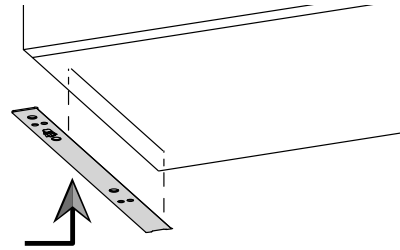

Fig. 17-2
- Deslice el soporte hacia adentro y alinéelo contra la línea marcada. Asegúrese de que el borde trasero esté ajustado contra la pared, como se muestra en la fig. 17-2.